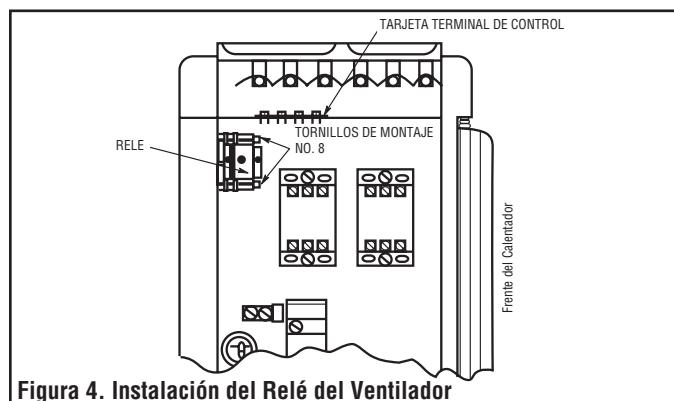

Figura 4. Instalación del Relé del Ventilador
- Monte el relé en el compartimiento de control con dos tornillos de montaje No. 8, como se muestra en la Figura 4.
- Monte el relé en el compartimiento del deflector con dos tornillos No. 8, como se muestra en la Figura 4.